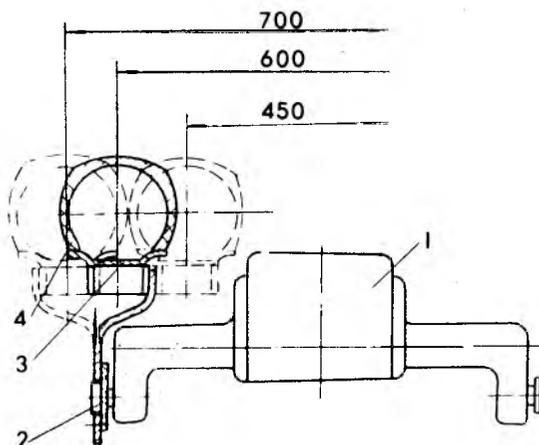

Рис. 27. Схема регулирования колеи мотоблока:
- 2) отвернуть гайки болтов 7 (рис. 12), вынуть болты, повернуть колесо 8 так, чтобы его можно было передвинуть в сторону корпуса трансмиссии и закрепить в положении, указанном на рис. 27. Перестановка второго колеса аналогична.
Из первоначального положения (колея 600 мм) можно получить колею 700 мм, перевернув колесо с диском на 180°. Для этого достаточно отвернуть четыре болта 10 (рис. 12), снять колесо 8, повернуть его на 180° и закрепить болтами правое колесо на место левого, а левое — на место правого (рис. 27).
Колея мотоблока может изменяться в пределах 450, 600 и 700 мм. Схема регулировки приведена на рис. 27. Изменение колеи производится пере-